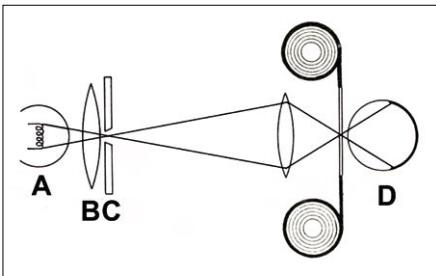

Figure 8. Composition du lecteur de son optique : A ampoule ; B collimateur à fente C et l'autre lentille ; D photocellule.
La reproduction est basée sur un astucieux système appelé son optique qui se sert d'électronique et de mécanique (**figure 8**). La lumière de la lampe « du son » (A) est focalisée par une lentille (B) vers un diaphragme à fente (C) qui doit être parfaitement parallèle à la piste pour éviter la distorsion non linéaire. La raie lumineuse ainsi produite est alors projetée par une autre lentille précisément sur la piste son. De l'autre côté du film, la lumière frappe une photocellule (D) qui convertit l'imulsion d'intensité lumineuse en signal électrique à envoyer à un amplificateur pour rendre le son audible.